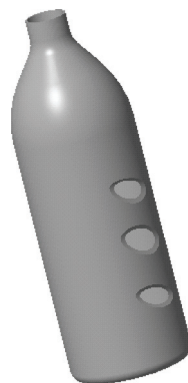

图 10-81 实体化曲面
STEP 04 单击“完成”按钮, 即可实体化曲面, 如图 10-81 所示。